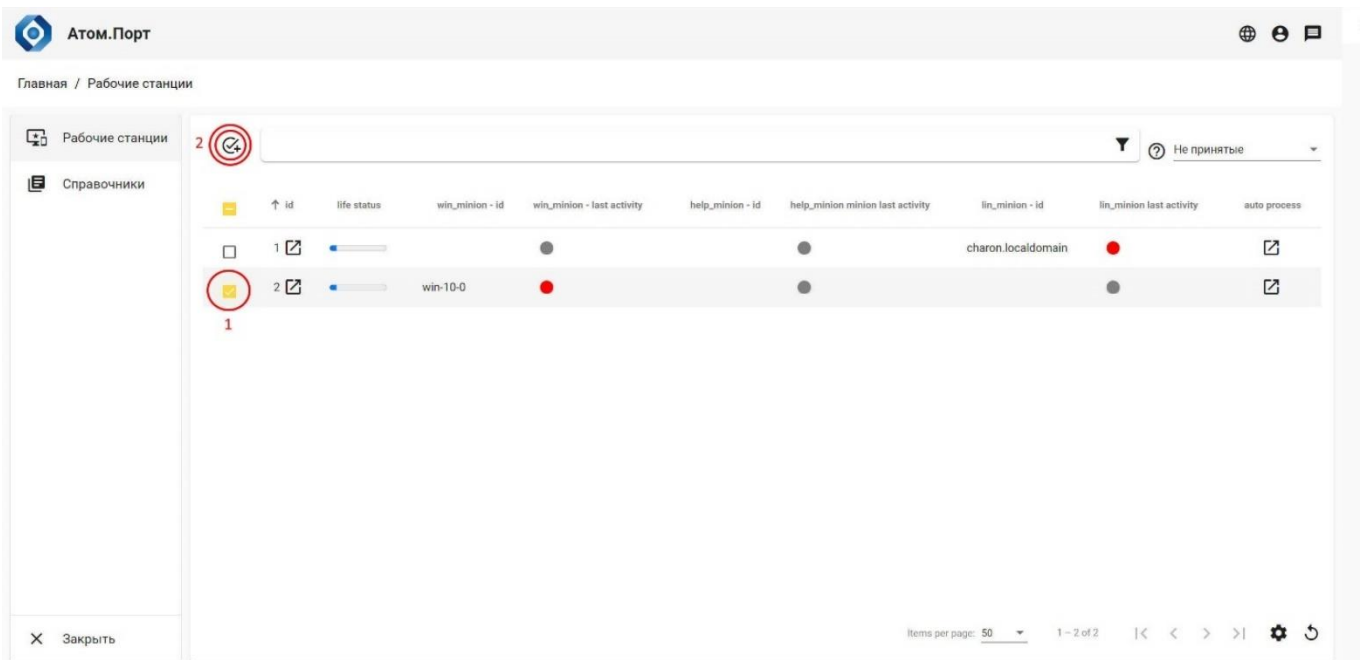

Рисунок 21 – Выбор РС для групповой операции
2. Выбрать рабочие станции для выполнения групповой операции (Рисунок 21, поз. 1) и нажать пиктограмму «**Действия**» (Рисунок 21, поз. 2):